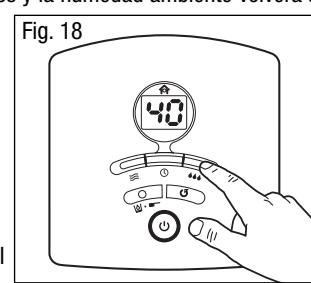

Fig. 18
- Una vez alcanzado el grado de humedad deseado en la habitación, el aparato se detendrá. Entonces se prenderá el símbolo de una casa () en la parte superior de la pantalla (Fig. 18), el cual permanecerá prendido hasta que baje el grado de humedad de la habitación y el humidificador vuelva a ponerse en marcha.